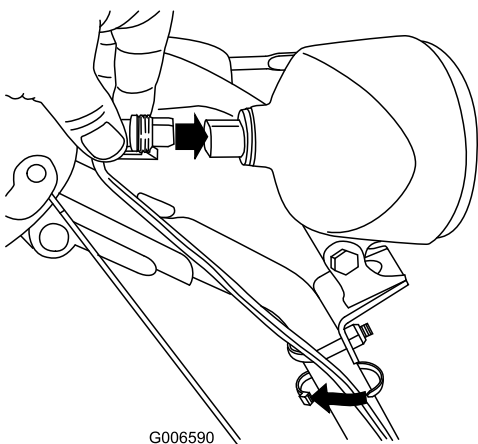

Figura 57
6. Insira o conector do fio na parte de trás do farol até que fique bem preso no sítio (Figura 57).